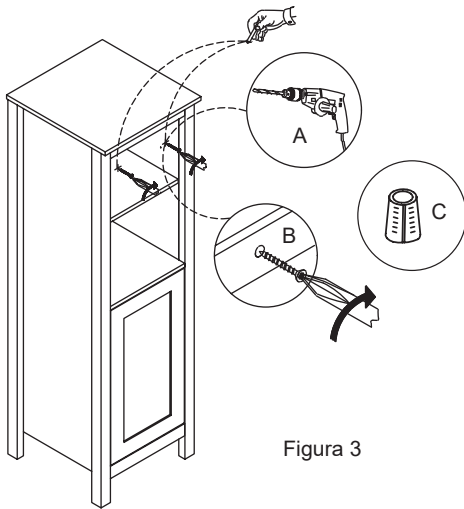

Figura 3
- 4: Fije el gabinete para lencería a la pared mediante la inserción de (x 2) tornillos de #8 x 2" (B - no incluidos) a través de un riel posterior del gabinete para lencería. Figura 3. **Nota:** Se recomienda instalar el gabinete para lencería sobre al menos un montante de pared. Para localizar los montantes de pared, puede utilizar un detector de montantes o dar golpecitos en la pared hasta encontrar un punto que suene a superficie maciza. Si no localiza ningún montante de pared, se recomienda utilizar anclas de expansión (C - no incluidas) para fijar el gabinete para lencería.